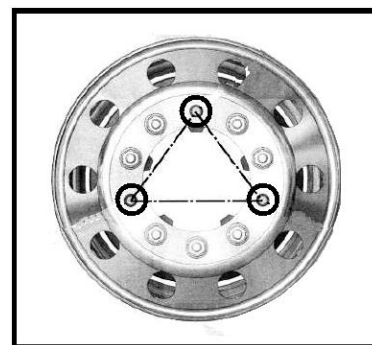

図1
- 1, 時計の4時、8時、12時頃の位置のホイールボルトに、少量のオイルを塗布して下さい（図1参照）。